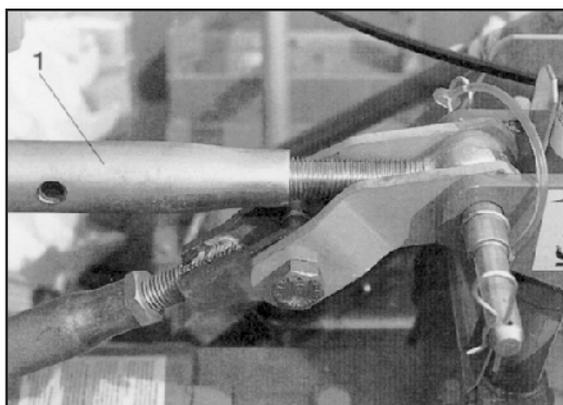

Рис. 24
- Отметить стяжную муфту (рис. 24/1) на рядовой сеялке и на почвообрабатывающей машине при помощи болтов и застопорить каждую откидным шплинтом.